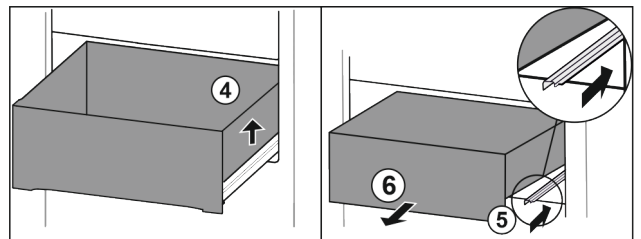

Fig. 93
- ▶ Повдигнете чекмеджето отдясно. Fig. 93 (4)
- ▶ Вкарайте дясната релса. Fig. 93 (5)
- ▶ Извадете чекмеджето напред. Fig. 93 (6)